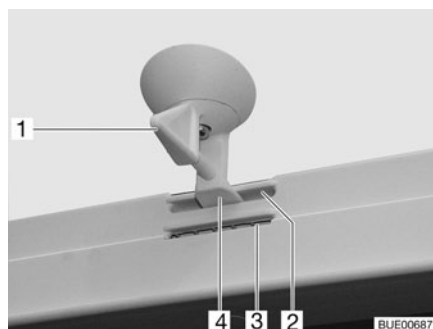
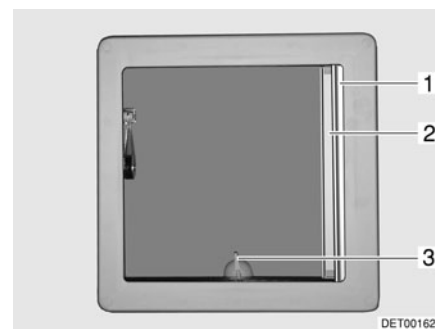

Fig. 47 Lanterneau basculant, dispositif de verrouillage
Fig. 48 Lanterneau basculant
- Tourner le levier (Fig. 47,1 ou Fig. 48,3) d'un quart de tour.
- Tourner le levier d'un quart de tour. Le dispositif de verrouillage (Fig. 47,4) doit pénétrer dans l'ouverture inférieure (Fig. 47,3).
- Tourner le levier d'un quart de tour. Le dispositif de verrouillage (Fig. 47,4) doit pénétrer dans l'ouverture supérieure (Fig. 47,2).
- Retirer le dispositif occultant plissé (Fig. 48,1) et le relâcher lorsqu'il a atteint la position voulue. Le dispositif occultant plissé reste alors à cette position.
- Tirer la moustiquaire (Fig. 48,2) jusqu'à ce que le dispositif de verrouillage s'enclenche dans la partie opposée.